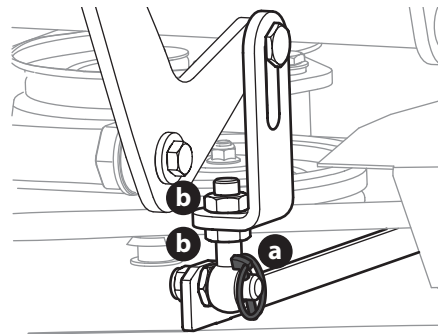

Fig. 47
3. Réglez le boulon à œil (a) à l'avant gauche du plateau de coupe de manière à ce que la hauteur lame-sol à l'extrémité extérieure droite de la lame corresponde à celle de l'extrémité extérieure gauche de la lame. Pour ce faire, il faut desserrer les contre-écrous (b) sur le boulon à œil (a) et serrer le contre-écrou supérieur (b) pour lever le plateau et desserrer le contre-écrou (b) pour l'abaisser. La hauteur de l'extrémité de la lame extérieure droite est fixée par le boulon à œil avant droit (a); vous devez donc ajuster l'extrémité extérieure gauche pour qu'elle corresponde à la hauteur de l'extrémité extérieure droite (Fig. 47).
4. Une fois le réglage effectué, resserrez les contre-écrous (b) (Fig. 47).
3. Desserrez les contre-écrous (b) à l'arrière, à gauche et à droite des boulons à œil du plateau de coupe (a) (Fig. 47).
4. Commencez par l'arrière droit pour relever l'arrière du plateau de coupe, serrez le contre-écrou supérieur (b) pour relever le plateau de coupe ou desserrez le contre-écrou supérieur (b) pour abaisser l'arrière du plateau de coupe (Fig. 47).
5. Ajustez le contre-écrou (b) à l'arrière gauche pour éliminer le « jeu » de la tige filetée (Fig. 47 à la page 113).
6. Serrez les deux contre-écrous inférieurs (b) pour fixer le réglage du plateau de coupe (Fig. 47 à la page 113).
7. Le réglage final consiste à éliminer le « jeu » de la tringlerie arrière gauche si l'arrière du plateau de coupe est relevé, en réglant les contre-écrous (b) sur le boulon à œil (a). Desserrez les contre-écrous (b) et serrez le contre-écrou supérieur (b) pour éliminer le « jeu » (Fig. 47 à la page 113).
8. Dans de nombreux cas, il sera nécessaire de régler la hauteur du plateau de coupe en utilisant à la fois les boulons à œil (a) et le réglage de l'inclinaison pour obtenir les hauteurs correctes entre la lame et le sol. Si vous vous souvenez que le réglage de la pointe de la lame avant droite est fixe et que vous nivelez à cette hauteur, le réglage du plateau de coupe sera simplifié (Fig. 47 à la page 113).